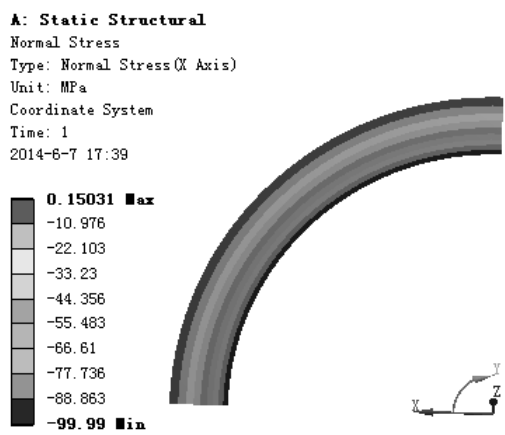

图 7.5.29 径向应力结果图解
(3) 查看径向应力结果图解。在“Outline”窗口中选中 Normal Stress，查看图 7.5.29 所示的径向应力结果，其最小径向应力为-99.99 MPa，最大径向应力为 0.15031 MPa。